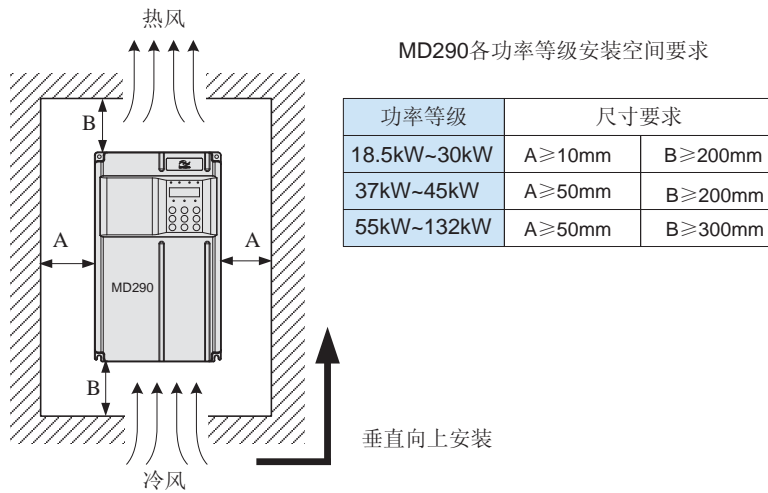

图 3-1 MD290 变频器各功率等级安装空间要求
- 1) 安装空间要求如图 3-1 所示, 需保证变频器有足够的散热空间。预留空间时请考虑柜内其它器件的散热情况。